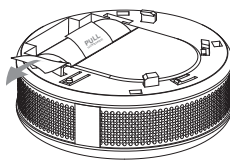

Fig. 3
3. Rimuovere la protezione della pila (Fig. 3).